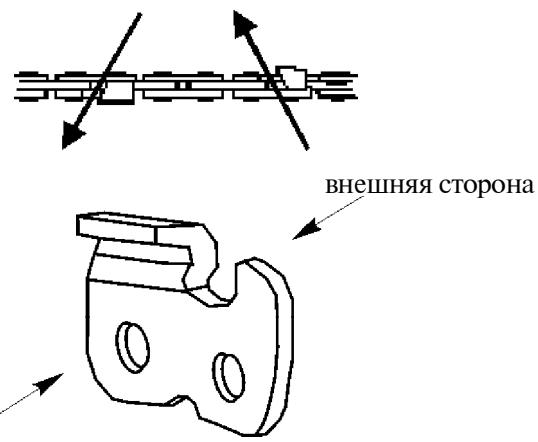

Рисунок 2.16
2.11.1.2 Заточить сначала все режущие звенья с одной стороны пильной цепи. Направление движения заточки от внутренней стороны режущего звена к внешней, см. рисунок 2.16. Затем повторить процесс для режущих звеньев другой стороны пильной цепи.